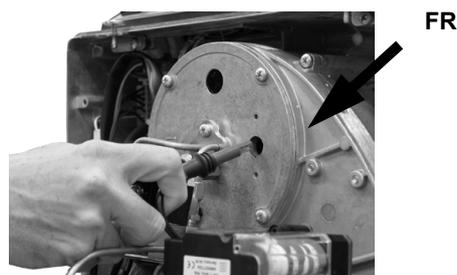

Fig. 42
- **ATTENTION : la vis V1 est plus longue que l'autre et doit être remplacée dans la même position !** Retirer la cellule photoélectrique FR de son logement (Fig. 42).